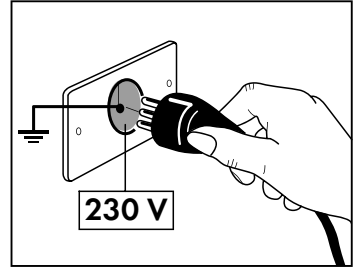

Fig. 1
- Asegúrese de que la instalación eléctrica de red (230V- 50Hz) esté equipada con sistema de puesta a tierra y interruptor de circuito de protección, de acuerdo con las disposiciones de las normativas existentes en materia **(Fig. 1)**